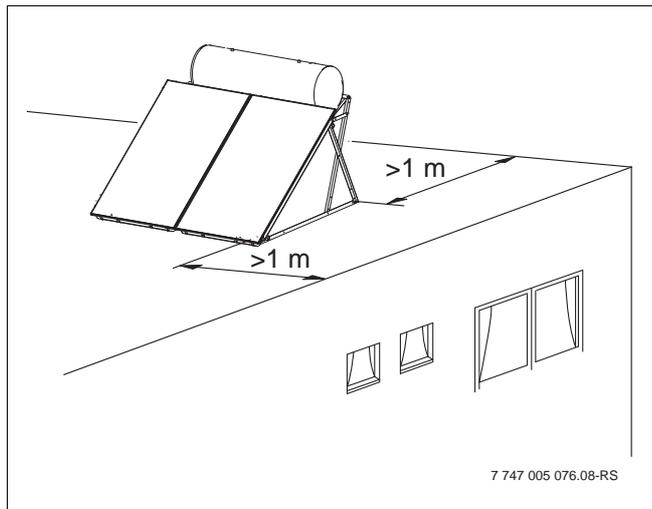

Fig. 7 Distância da extremidade do telhado (aqui, sistema de 300 l)
- ▶ Ter em atenção que, já antes da instalação, deve estar prevista uma distância mínima de um metro entre o suporte para telhados planos e a extremidade do telhado plano (Fig. 7).